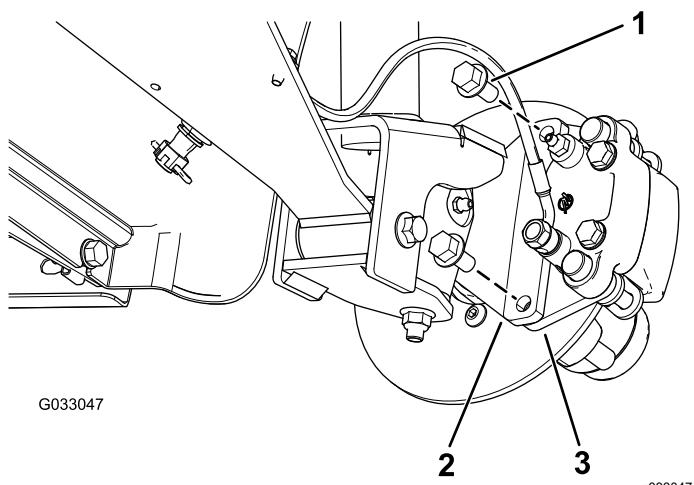
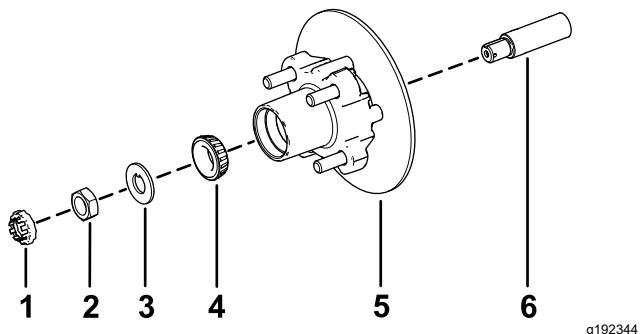

Figure 33
Figure 37
3. Retirez les boulons à embase ( $\frac{3}{8}$ " x  $\frac{3}{4}$ ") qui fixent le support du frein à la fusée et séparez le frein de la fusée (Figure 33).
- Appliquez une fine couche de la graisse spécifiée sur la fusée (Figure 37).
- Montez le moyeu et le rotor sur la fusée en plaçant le rotor à l'intérieur (Figure 37).
- Montez le roulement extérieur sur la fusée et poussez le roulement contre la bague (Figure 37).
- Montez la rondelle-frein à languette sur la fusée (Figure 37).
- Vissez l'écrou de fusée sur la fusée et serrez l'écrou à 15 N·m tout en tournant le moyeu pour bien asseoir le roulement (Figure 37).
- Alignez les plaquettes de frein de chaque côté du rotor (Figure 33) et alignez également les trous dans le support d'étrier et ceux de la fixation du frein sur le porte-fusée (Figure 37).
- Fixez le support d'étrier au porte-fusée (Figure 33) à l'aide de 2 boulons à embase ( $\frac{3}{8}$ " x  $\frac{3}{4}$ "). Serrez les 2 boulons à embase à un couple de 47 à 54 N·m.